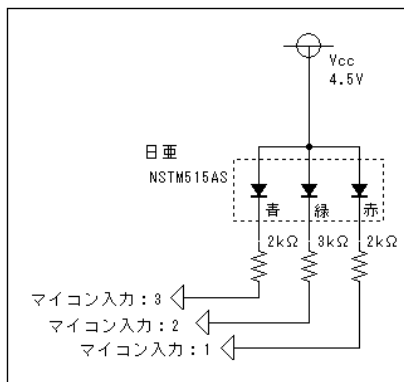

図 2.1 LED 回路
- ・電源は 4.5V 各カソードを電流制限抵抗を挟み、マイコンの入力端子に接続する（図 2.1）。RGB の電流制限抵抗はそれぞれ R（赤）：2kΩ、G（緑）：3kΩ、B（青）：2kΩ（電流は R：1.4mA、G：0.4 mA、B：0.5mA）